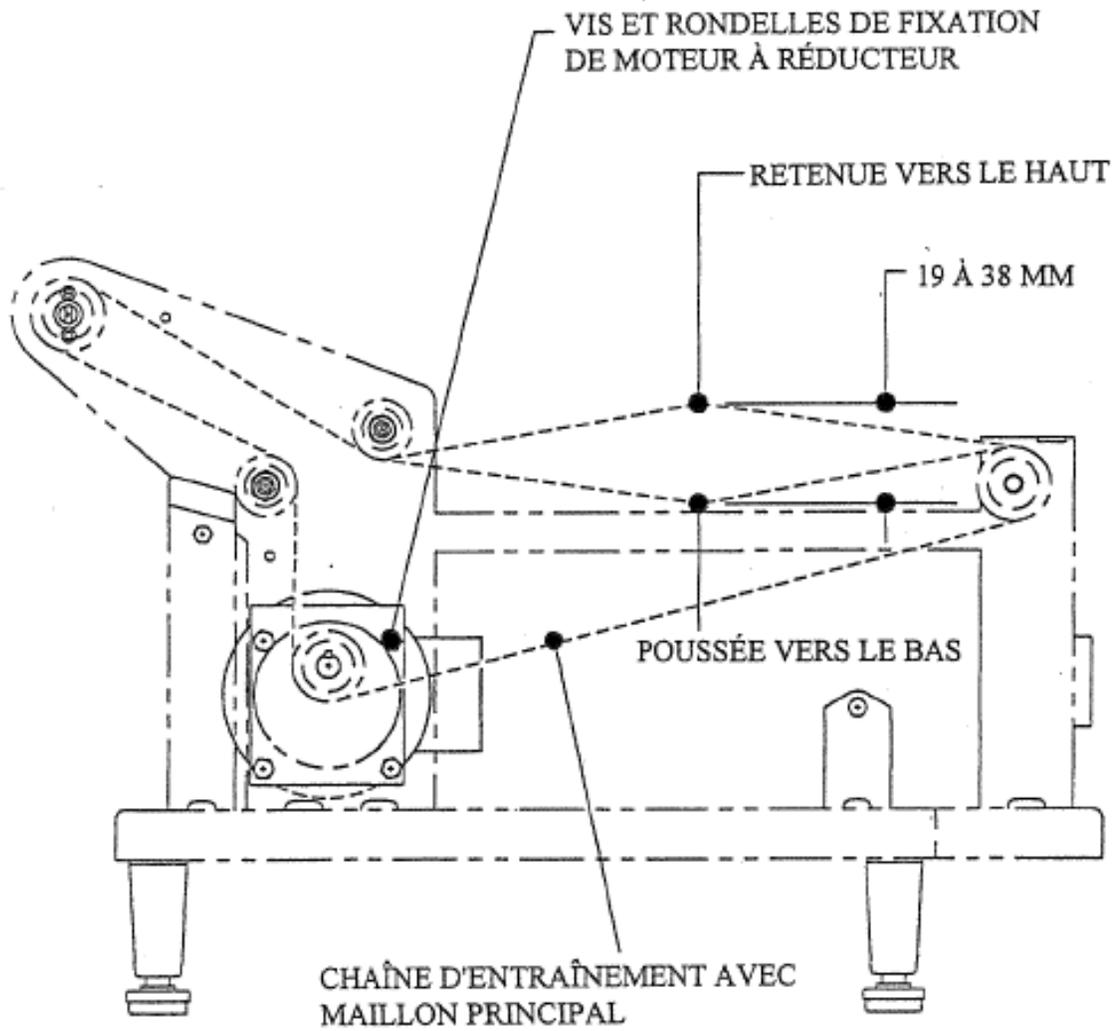

Figure 23
9. Réassembler l'arbre d'entraînement avec les nouveaux composants. Assurer que le pignon d'entraînement soit installé comme illustré dans la **figure 22** et que la chaîne d'entraînement soit engagée sur les autres pignons comme illustré dans la section **9.1.7, figure 23**.
3. Installer la nouvelle chaîne d'entraînement autour des pignons comme illustré dans la **Figure 23** et connecter le nouveau maillon principal.
4. Retirer le support du moteur à réducteur et laisser son poids tendre la chaîne d'entraînement puis resserrer les vis de fixation du moteur à réducteur. La tension de la chaîne d'entraînement est correcte lorsque la différence entre la "poussée vers le bas" et la "retenue vers le haut" est telle qu'illustrée dans la **Figure 23**. **NE PAS TROP TENDRE LA CHAÎNE D'ENTRAÎNEMENT.**